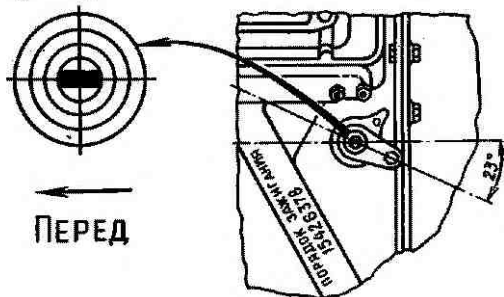

Рис. 33. Установка привода датчика-распределителя и распределителя
2. Вставить привод датчика-распределителя в отверстие блока так, чтобы прорез в валике привода была направлена вдоль оси двигателя и смещена влево по ходу автомобиля (рис. 33).
3. Закрепить корпус привода держателем и гайкой так, чтобы крошечный с резьбовым отверстием, имеющийся на корпусе привода, был направлен назад по ходу автомобиля и повернут примерно на 23° влево от продольной оси двигателя, как показано на рис. 33.
2. Вставить привод распределителя в отверстие блока так, чтобы прорез в валике привода была направлена вдоль оси двигателя и смещена влево по ходу автомобиля (рис. 33).
3. Закрепить корпус привода распределителя держателем и гайкой так, чтобы крышечка с резьбовым отверстием, имеющийся на корпусе привода распределителя, был направлен назад по ходу автомобиля и повернут примерно на 23° влево от продольной оси двигателя, как показано на рис. 33.